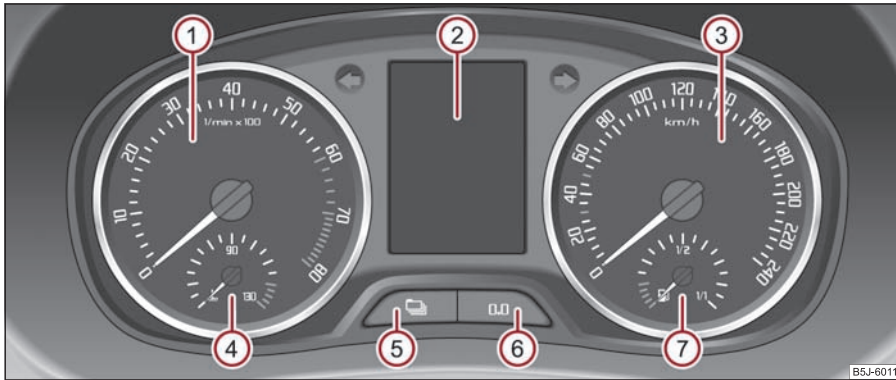

Abb. 15 Kombi Instrument
Der rote Bereich der Drehzahlmesserskala ① ⇒ Abb. 15 kennzeichnet den Bereich, in dem das Motorsteuergerät beginnt, die Motordrehzahl zu begrenzen. Das Motorsteuergerät begrenzt die Motordrehzahl auf einen sicheren Grenzwert.
Die Kühlmitteltemperaturanzeige (4) ⇒ Seite 15, Abb. 15 arbeitet nur bei eingeschalteter Zündung.
Die Kraftstoffvorratsanzeige (7) ⇒ Seite 15, Abb. 15 arbeitet nur bei eingeschalteter Zündung.
Halten Sie den Rückstellknopf (6) → Seite 15, Abb. 15 ca. 1 Sekunde gedrückt, wird der Tageszähler auf Null zurückgestellt.